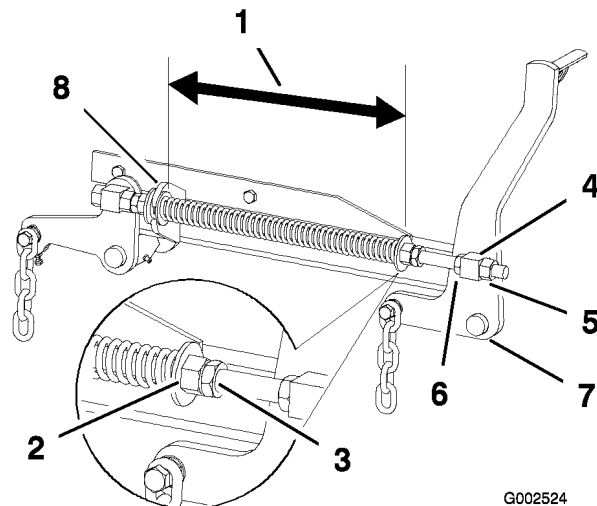

Figura 70
2. Verificate la distanza tra le due rondelle grandi, che deve essere di 26,7 cm (Figura 70).
3. Regolate questa distanza allentando il controdado della molla e girando il dado davanti ad ogni molla (Figura 70). Girate il dado in senso orario per accorciare la molla, o in senso antiorario per allungarla.
4. Bloccate il dado serrando il controdado della molla (Figura 70).